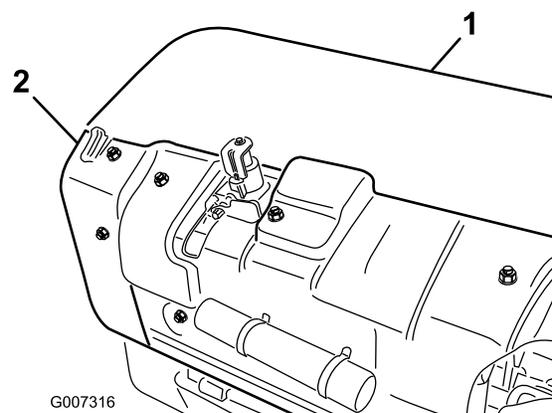

Figura 35
1. Togliete la copertura della testa di carotaggio posteriore (Figura 35).
2. Togliete i bulloni di montaggio del carter della puleggia e rimuovete il carter (Figura 35).